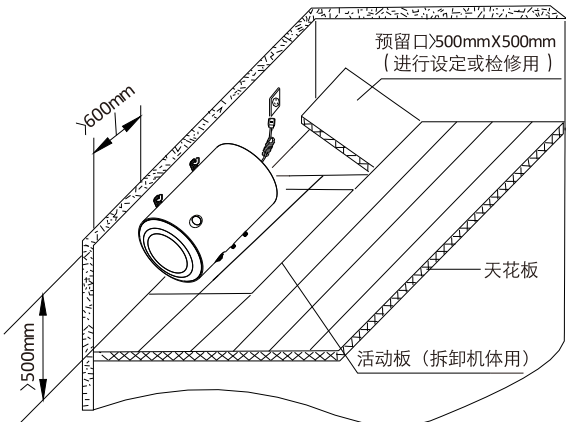

图 3
- 如用户将热水器安装于天花板上时，要留有空间，方便日后维修，天花板上留有透明窗口，便于观察显示。天花板距离墙顶大于500mm，热水器距离墙顶最好大于100mm，安装简图如图3所示。